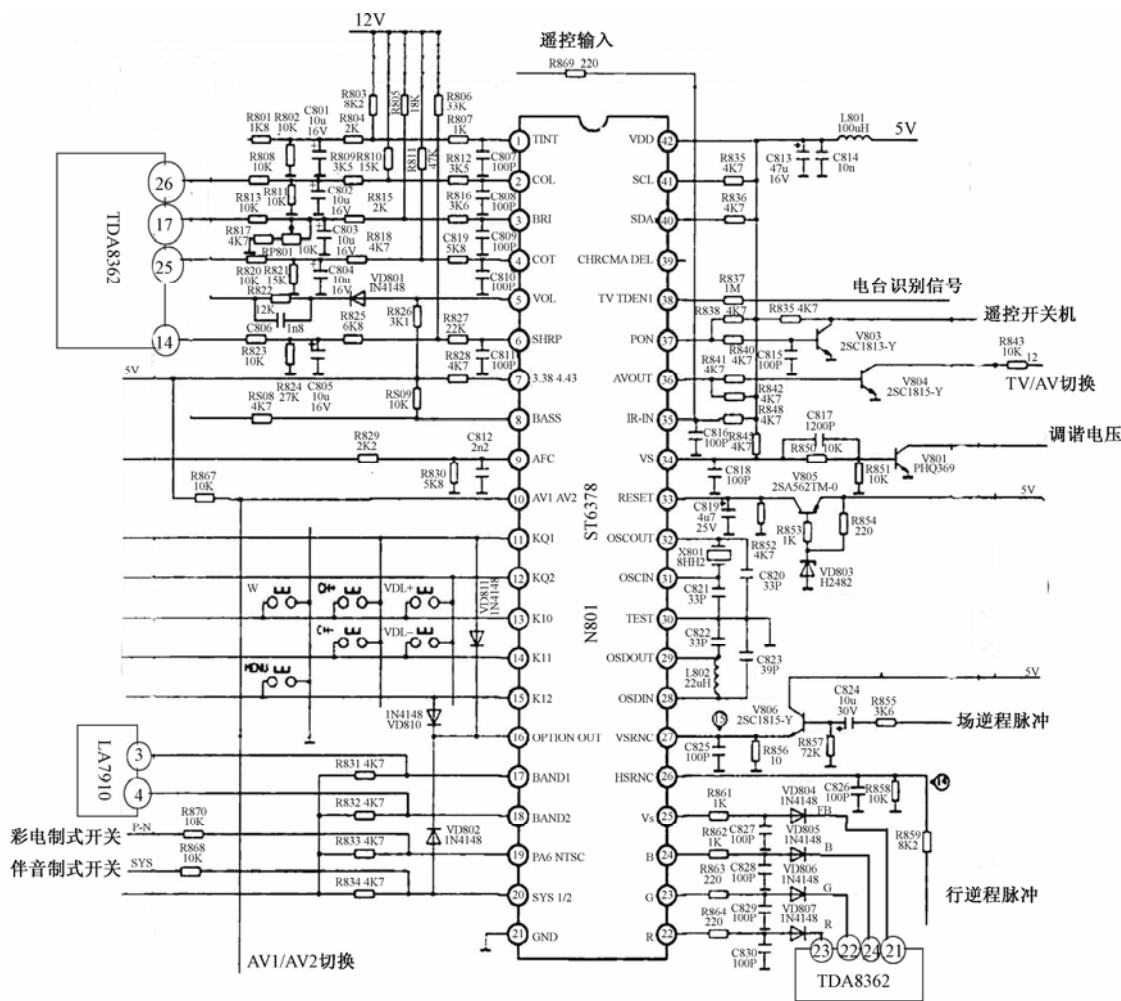
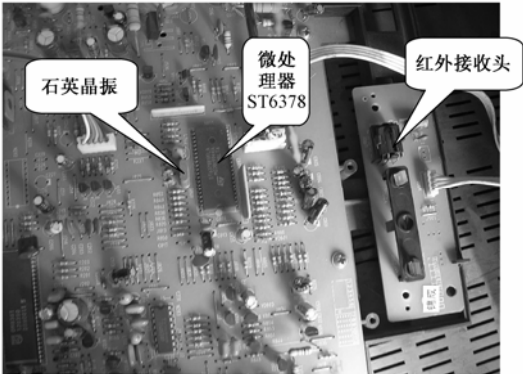

图 7-8 厦华 XT-2580N 型彩色电视机遥控电路
图 7-9 厦华 XT—2580N 型彩色电视机遥控电路的实物
厦华 XT-2580N 型彩色电视机遥控电路由微处理器 N801 (ST6378) 及外围电路、红外遥控接收器组成。如图 7-8 所示。电路实物如图 7-9 所示。组成元器件的作用如表 7-5 所示。
(1) 频段选择 BU、BH、BL 控制电路 CPU 的⑰脚、⑱脚输出频段控制电压，送到波段切换电路 LA7910 的③脚、④脚，经波段切换电路译码后，为高频头 BU、BH、BL 提供切换电压。
(2) 调谐电压产生电路 CPU 的⑳脚输出的脉宽调制信号，经电阻 R850、R851 加到调谐控制放大器 V801 的基极，经 V801 倒相放大后，再经 R844、R845、R846、R847、C832、C833、C834（在 V801 后续电路中。图 7-8 没有标出）等组成的多级积分电路平滑后，在高频头 BT 端子上产生 0～30V 的调谐电压，对调谐器进行调谐选台。积分电路的参数，应适应于被控高频头的调谐特性，以获得最佳的自动调谐性能。
(3) 自动收台控制电路 电台识别信号由 TDA8362 的④脚输出，经 V102 放大后送入 CPU 的㉟脚。搜到节目后，电台识别信号输入脚变为高电平。此时搜索速度变慢，进入细调节阶段。无信号时该脚为 0V，有信号时该脚为 5V 左右。